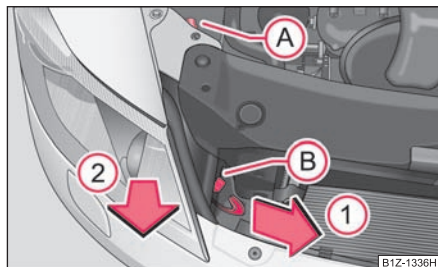

Fig. 242 Faros delanteros: Posición de montaje de las bombillas
- Desenrosque la tuerca de plástico (A) ⇒ fig. 242.
- Retirar el seguro (B) hacia arriba.
- Tire de la palanca de seguridad del faro en sentido de la flecha (1) hasta el tope.
- Separe el conector y saque con cuidado el faro en el sentido de la flecha (2).